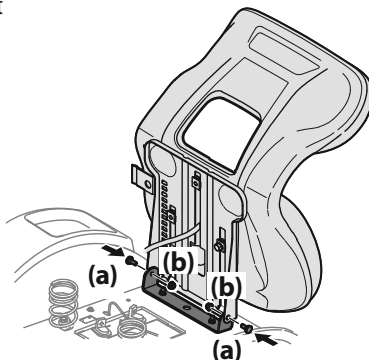

Figure 3
- Fixez un côté du siège au support avec les boulons à épaulement (a) et les écrous autobloquants (b) retirés à l'étape 3. Retenez le siège pendant que vous enlevez le tournevis Phillips et que vous fixez l'autre côté. Prenez garde de ne pas coincer ou endommager le faisceau de câbles pendant que vous installez le siège. Voir Figure 3. Serrez à un couple de 9,5 à 11,6 N m (de 84 à 103 po-lb).